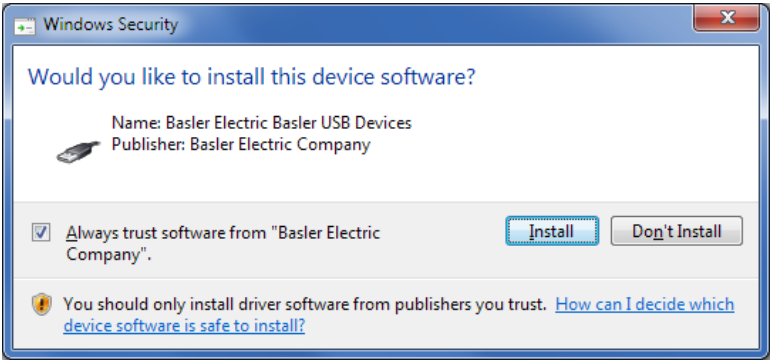

Figura 8-6. Seguridad de Windows
Paso 6: Si aparece una ventana de seguridad de Windows (Figura 8-6), haga clic en Instalar.